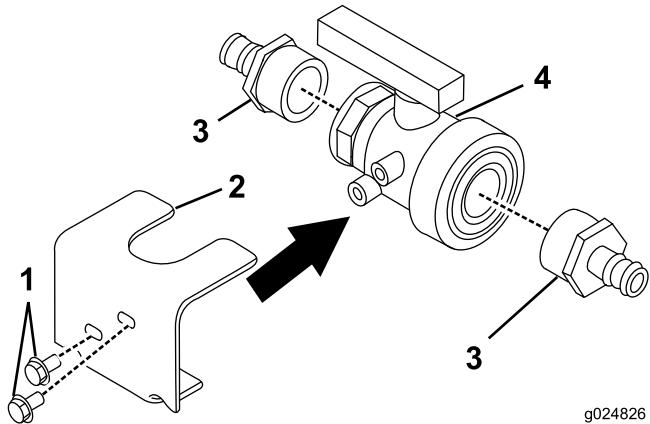

Figure 20
- Assemblez le support du clapet à bille (Figure 20).